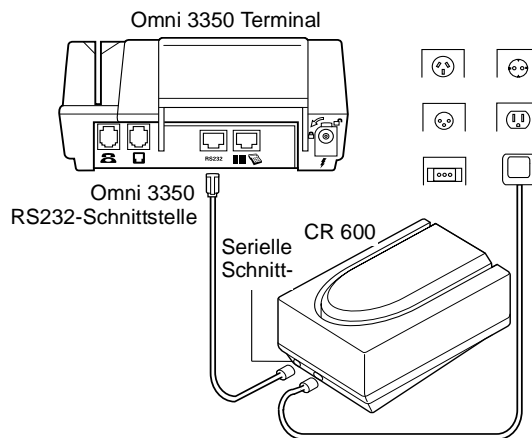

Abbildung 17 Anschließen des CR 600 Testlesegeräts
1. Ist das Kabel noch nicht mit dem Testlesegerät verbunden, stecken Sie den kleinen Stecker am Ende des Kabels in den Anschluss am Testlesegerät (Abbildung 17).